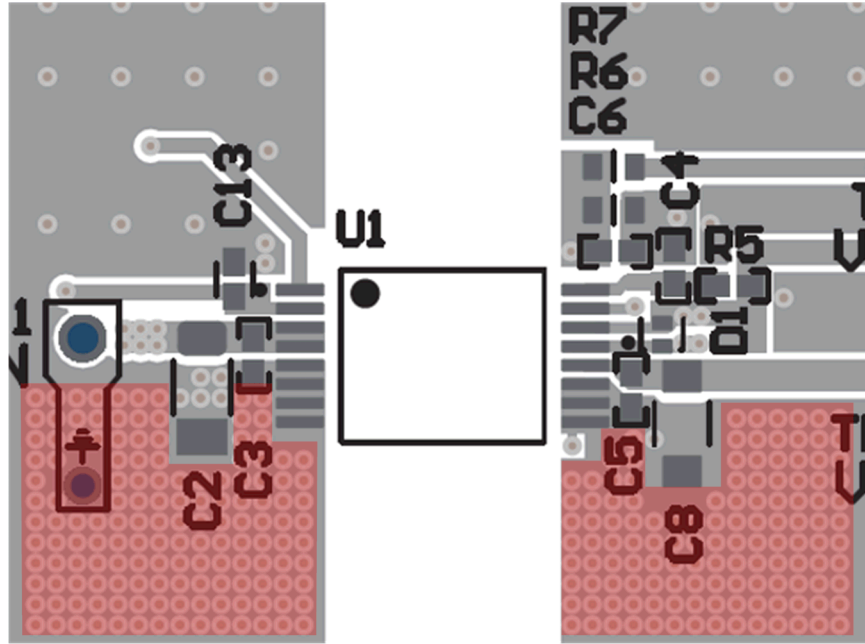

図 8-8. サーマルビア
- f. 図 8-8 にレイアウトの例を示します。銅の面積が少ない場合は、ピン 5 ~ 8 (1 次側) と 9 ~ 11 (2 次側) の近くに配置し、設計で可能な限り多くのサーマルビアを使用します。